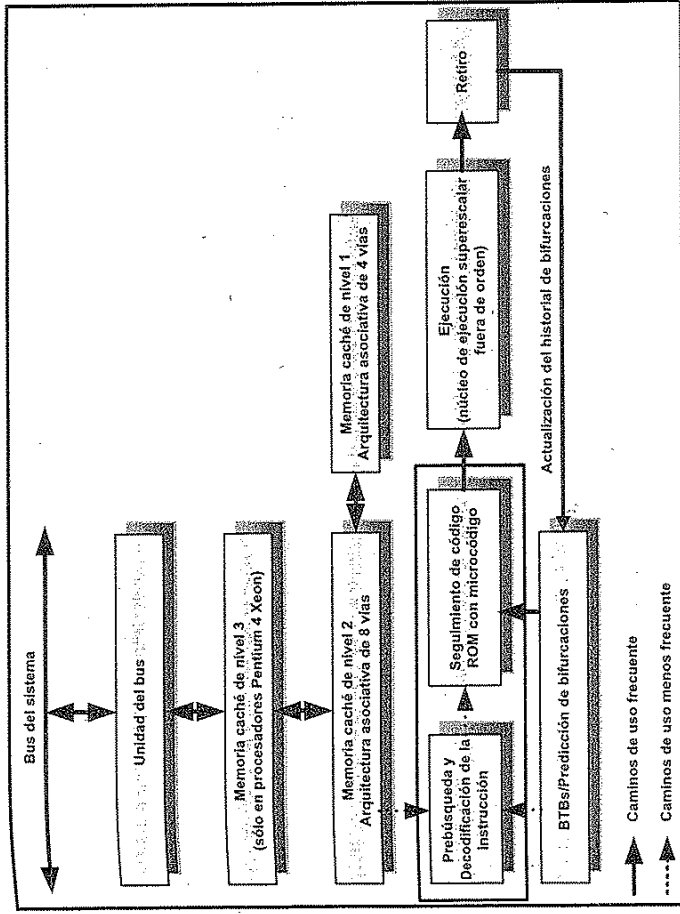

Fig. 2.11. Diagrama en bloques de la micro-arquitectura NetBurst del Pentium 4.
- Un canal (*pipeline*) con tres secciones de primer nivel (ver la Fig. 2.11):